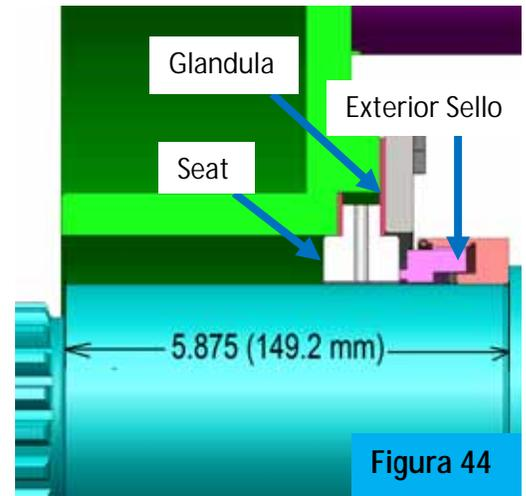

Figura 44
3. Si outer sello es usado, suelta set screws en outer sello y resbala del eje, Figura 44.
1. Usa outer sello como sello singular, lubrica eje, resbala outer sello en eje, con cara de sello hacia ranuras de eje, hasta sello alcanza hombro del eje o dimension vea, Figura 44. Apreta outer sello set screws.